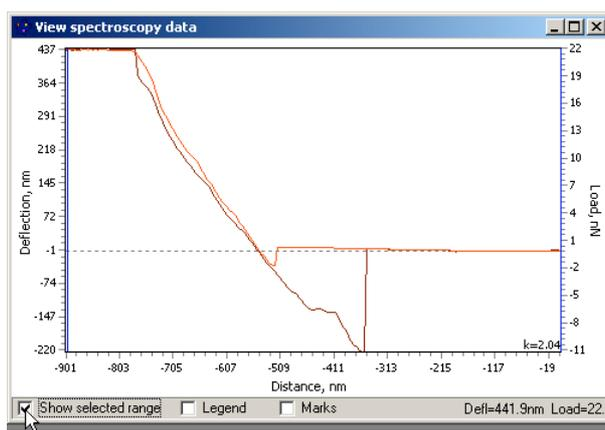

Рис. 5.11. Активация отображения выбранного диапазона
2. В специализированном окне визуализации измеренных данных **View spectroscopy data** активировать отображение выбранного диапазона – Show selected range (рис. 5.11).